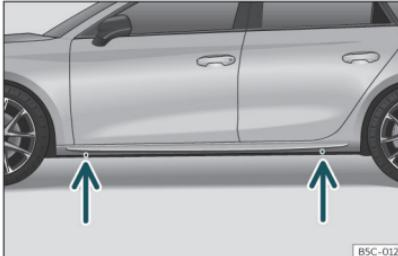

Fig. 42 Puntos de apoyo del gato.
- Busque en el larguero la marca del punto de apoyo del gato (zona hundida) más cercano a la rueda a cambiar »» **fig. 42**.